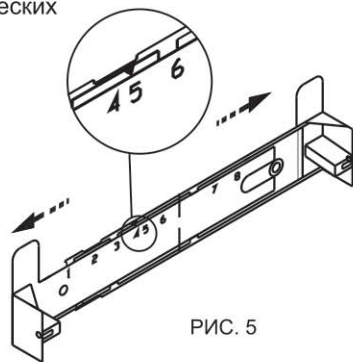

РИС. 5
- прежде чем прикрепить кронштейн к стене, необходимо выставить кронштейн на нужный размер (равный ширине верхней фальштрубы) рис.5. Увеличьте размер кронштейна (если это необходимо), раздвинув его, и установите фиксатор напротив цифры, соответствующей Вашему зонту (см табл.3, графа N).